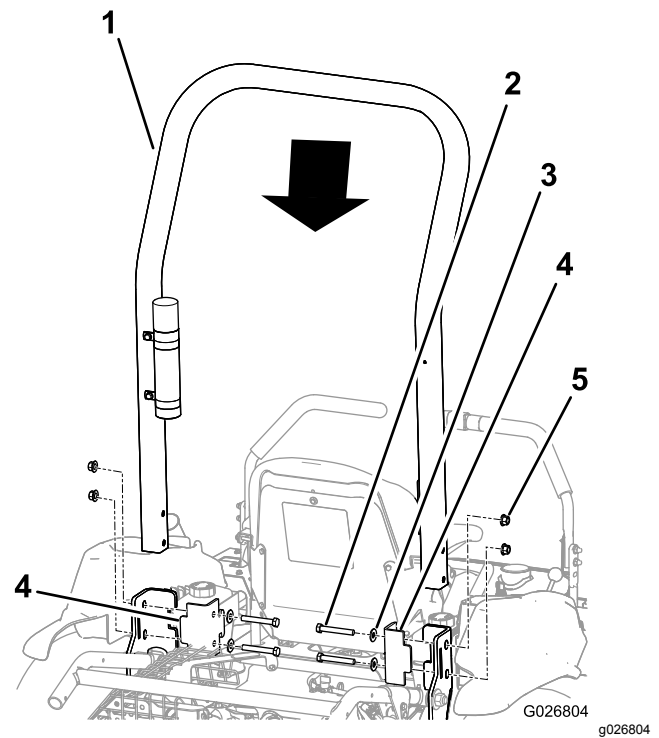

Bild 6
- Setzen Sie den Überrollbügel auf die Maschine, wie in Bild 6 abgebildet.